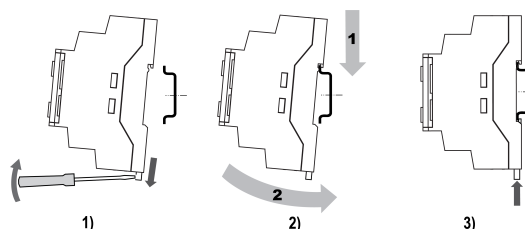

Abb. 2 Installation
1. Stellen Sie das Gerät wie in Abb. 2 gezeigt auf eine DIN-Schiene.